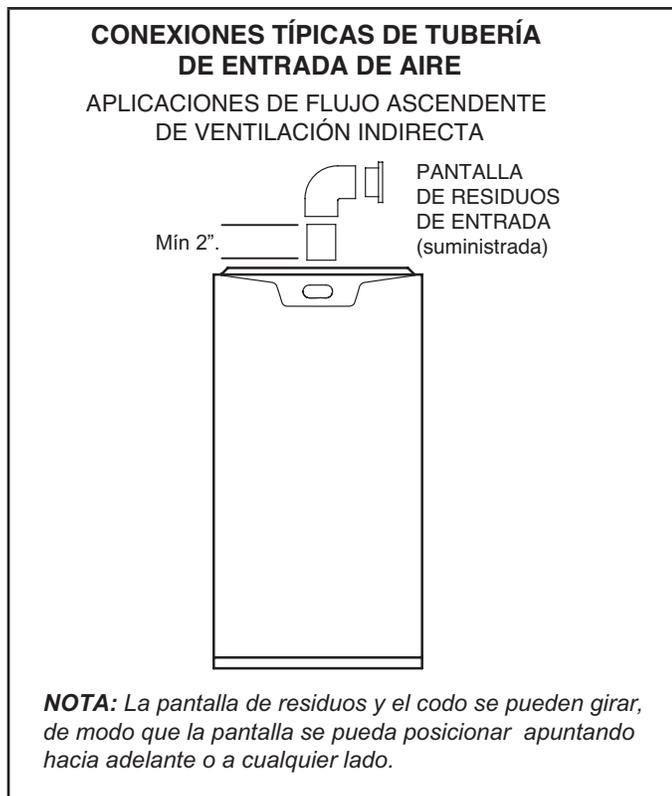
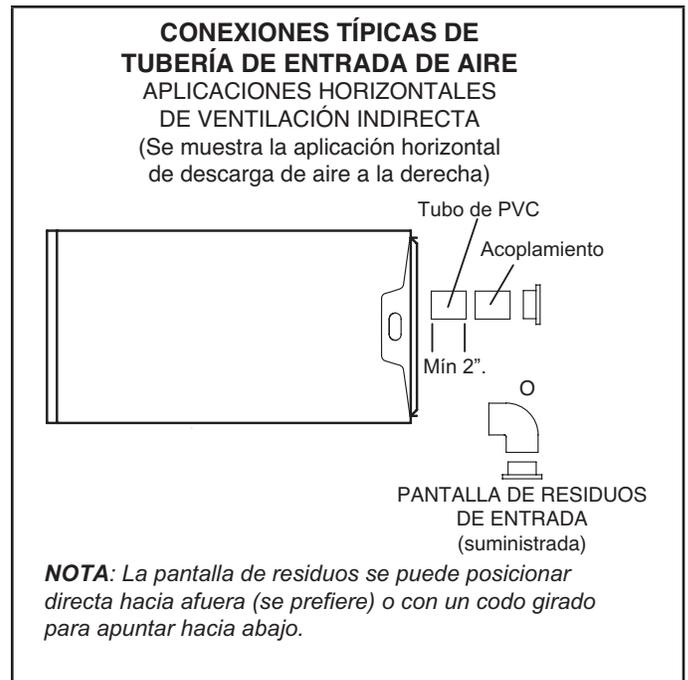

FIGURA 27
FIGURA 28
- 1 - Use los materiales proporcionados en el sitio y la pantalla de entrada de aire suministrada en la fábrica para dirigir la tubería de entrada como se muestra en la FIGURA 27 o en la FIGURA 28. Mantenga un espaciado mínimo de 3" (76 mm) alrededor de la abertura de entrada de aire. La abertura de entrada de aire (con pantalla protectora) siempre debe dirigirse hacia adelante o a cualquier costado en la posición de flujo ascendente, y ya sea de forma recta hacia afuera o hacia abajo en la posición horizontal.